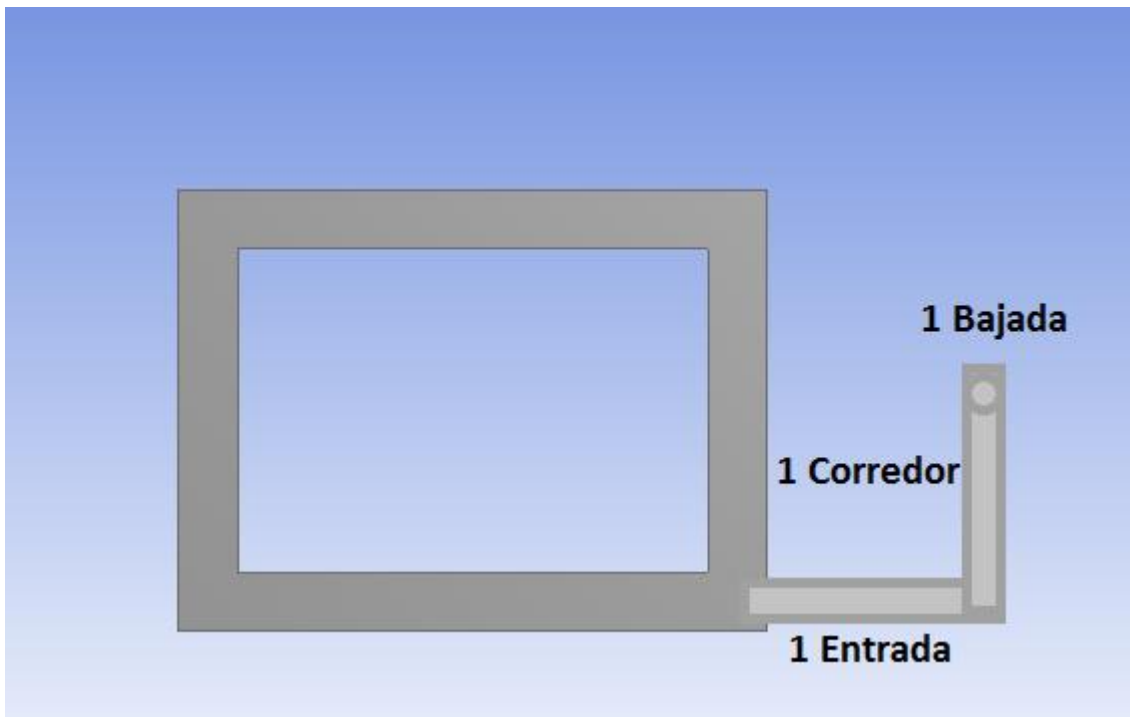

Figura 3.- Esquema del sistema de colada propuesto.
2.- Dados los parámetros proponemos un sistema de colada, para este caso dado que se tendrá una calidad metalúrgica baja, por lo cual se puede proponer un sistema compuesto por una bajada, un corredor y una entrada, como se muestra en la **Figura 3**: